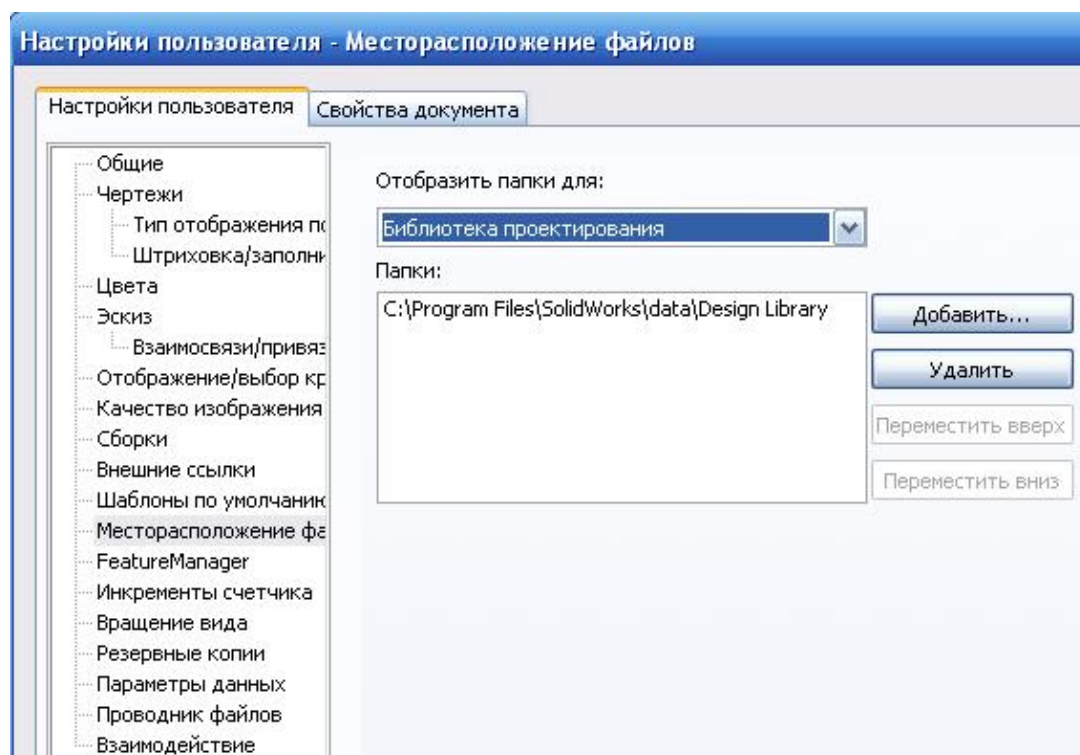

Рис. 22
- в окне **Папки** задайте новое размещение библиотеки (рис. 22).